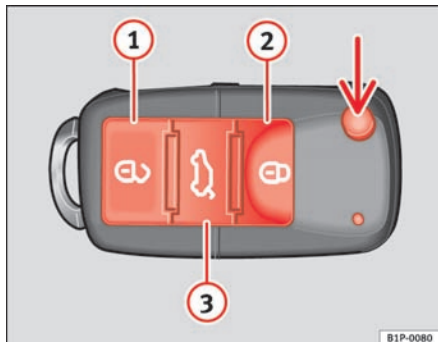
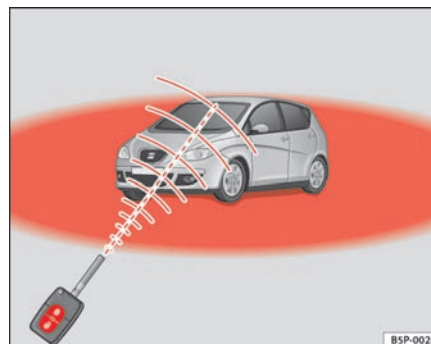

Fig. 64 Knapper på nøglen med fjernbetjening
Fig. 65 Fjernbetjeningens virkeområde
Oplåsning af bilen  \Rightarrow fig. 64 ①
Låsning af bilen  \Rightarrow fig. 64 ②.
Oplåsning af bagklap. Tryk på  \Rightarrow fig. 64 ③, indtil alle bilens indikatorer blinker kortvarigt. Når du trykker på  ③, har du 2 min. til at åbne døren i. Derefter bliver bilen låst igen.
Batteriindikatoren i nøglen \Rightarrow fig. 64 blinker også.
Hvis du trykker på  \Rightarrow fig. 64 ① låses førerdøren op, men alle andre døre forbliver låste.
Tryk to gange på  \Rightarrow fig. 64 ① for at låse alle dørene op. ▶
- Fjernbetjeningen virker kun, når bilen er inden for fjernbetjeningens virkeområde ⇒ side 98, fig. 65 (rødt område).
- Brug begge nøgler, der hører til bilen, nøglen med fjernbetjening og den normale nøgle ⇒ side 98, fig. 64 ⇒ side 98, fig. 65.
- Lås bilen fra førerdøren ved hjælp af nøglen med fjernbetjening ⇒ side 98, fig. 64 ⇒ side 98, fig. 65.